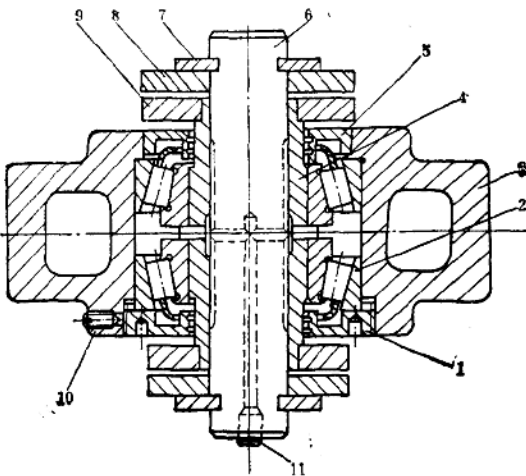

图8-1-19 导向轮
(2) 牵引链条及输送小车的装配 在装配牵引链条时，先装好导向轮总成（图8-1-19）。注意在装配导向轮锁紧端盖时，其锁紧力不能过大或太松，要保证导向轮在装完后转动灵活，又无轴向窜动。锁紧端盖侧面顶丝要加铝垫顶牢，防止锁紧端盖松脱。在装配牵引链条时，要求导向轮锁紧端盖一侧在下方，导向轮轴油嘴一侧也朝下方，以便在传动站加油润滑。在装两种内链板时，要注意普通铰节和活络铰节交错装配（即一组普通铰节，一组